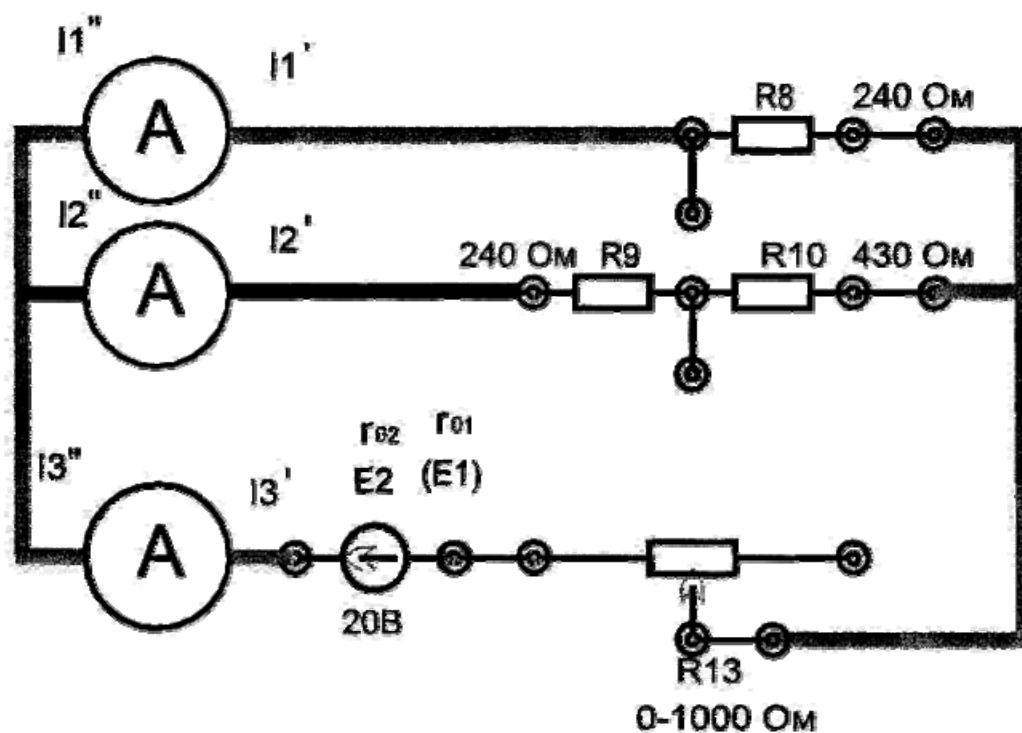

Рис. 7.1.
7.3.1. Собрать и изучить электрическую цепь (рис. 7.1.) с одним источником E1. Значения токов  $I_1^1$ ,  $I_2^1$ ,  $I_3^1$  записать в табл. 7.